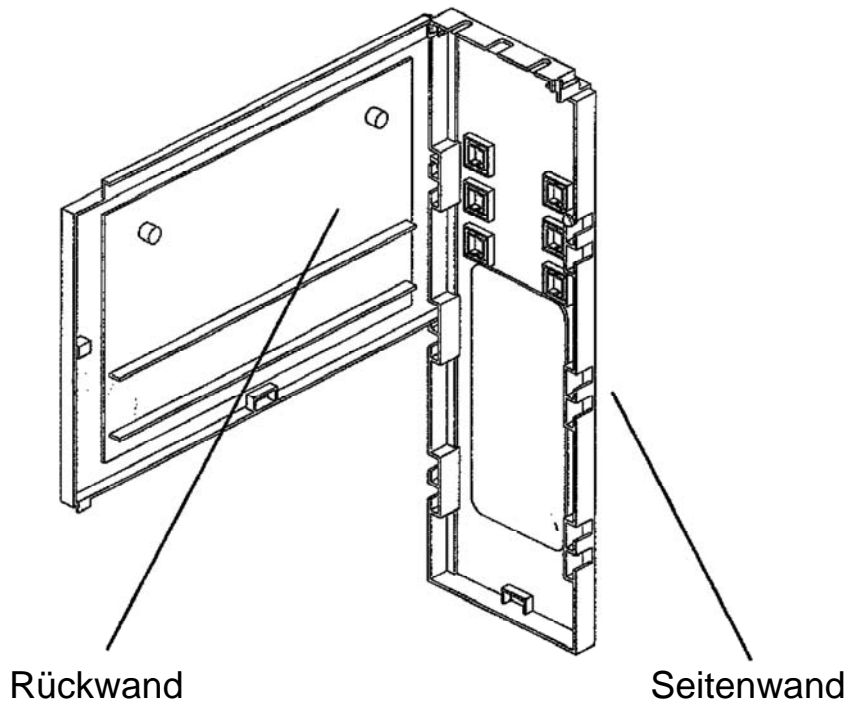

Bild 3
- Zweite Seitenwand analog einhängen, dabei ist die Kabelabfangschiene mit einzusetzen. Die Kabelabfangschiene kann auch nach dem Einhängen der Seitenwände durch leichtes Aufdrücken eingesetzt werden (siehe Bild 3).